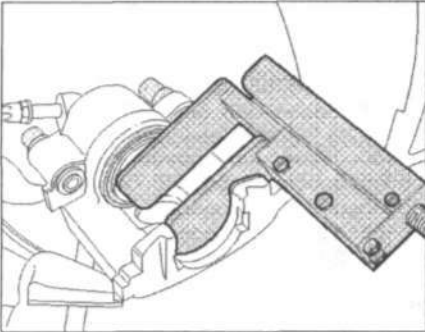

Рис. 11.14. Переместите назад поршень тормозного суппорта и установите тормозные колодки.
3. Переместите назад поршень тормозного суппорта и установите тормозные колодки (рис. 11.14). Тормозная колодка с большей шириной должна быть установлена наружу.